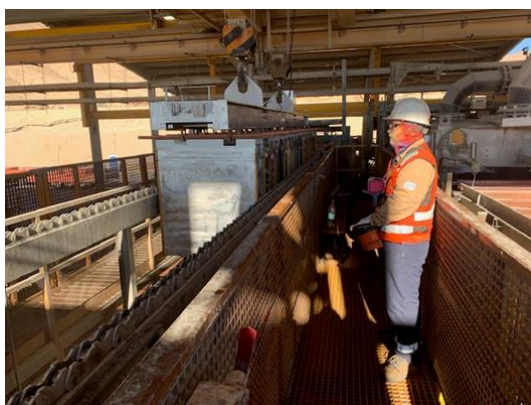

Figura 9: Operador retirando lingada de cadena de descarga de MDC, no expuesto en línea de fuego.
6.6.24. Posicionarse en la correa de descarga de la máquina despegadora, levantar la lingada (20 unidades de cátodos), al enganchar con el izador de cátodos las 20 placas de la correa de descarga, si queda mal enganchada o con posibilidad de caer alguna placa, el operador deberá posicionar todos los cátodos en la correa nuevamente, luego procederá a retirar el izador de cátodos. Reacomodando los cátodos utilizando las herramientas manuales, al momento de posicionar lingada en cadena de descarga debe maniobrar el puente grúa siempre a una distancia razonable de la vertical de la carga, evitando el riesgo por desprendimiento o caída de carga suspendida, posicionarse al costado del cierre perimetral en diagonal donde no existe la posibilidad de exposición en línea de fuego con el puente grúa si este llegase desplazarse por alguna fallar nunca meter las manos. (Figura 9).